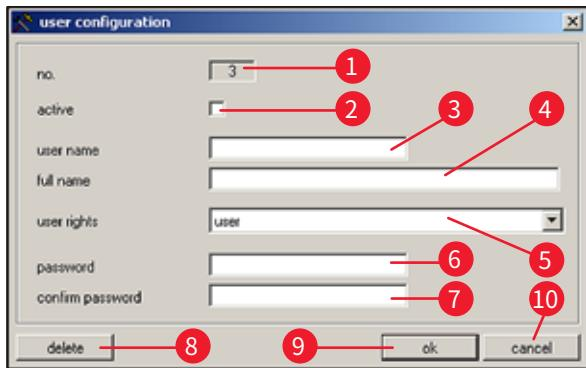

图 34
- 双击配置显示中的行可打开 User configuration (用户配置) 对话框 (→ 图 34)。